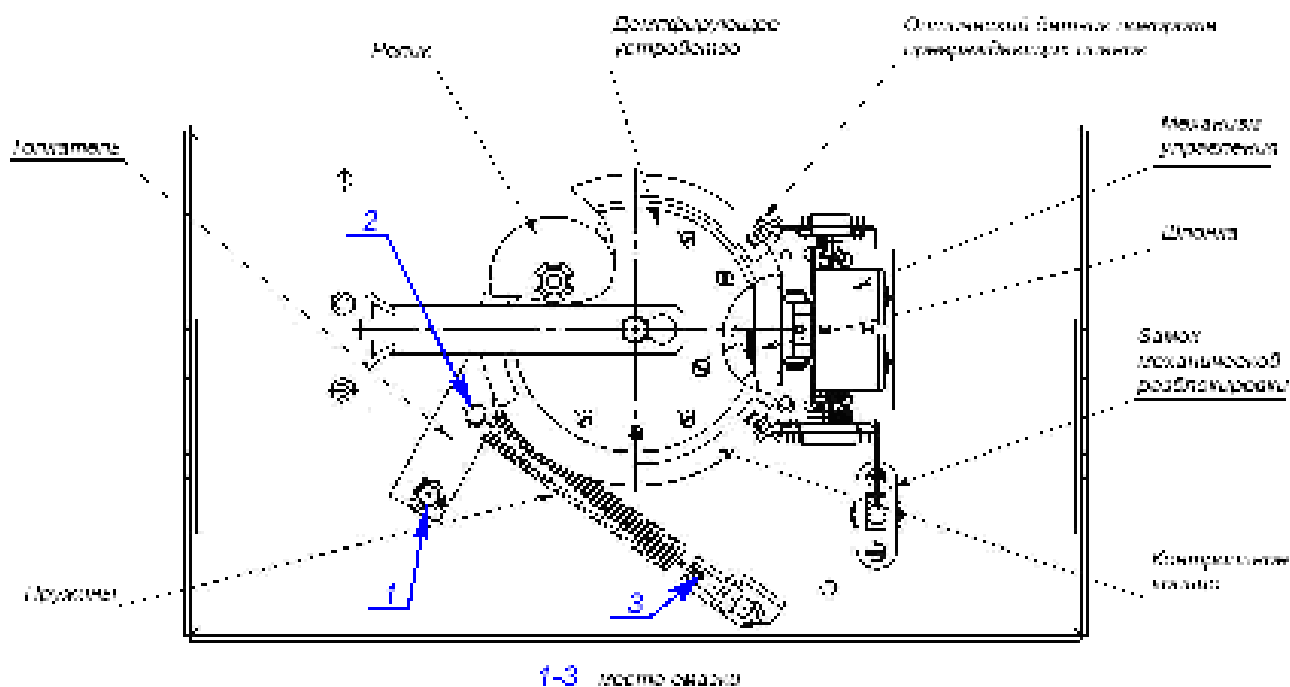

Рисунок 16. Расположение внутренних деталей и узлов стойки турникета
- четыре втулки на устройстве доворота (две – на оси вращения толкателя, две – на оси крепления пружин) и отверстия в деталях крепления пружин (см. рис. 16);